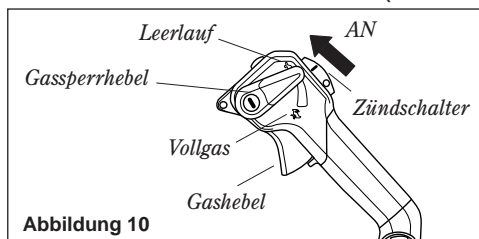

Abbildung 10
- Drücken Sie den Gashebel zur Hälfte. Schieben Sie den Zündschalter auf die Position „I“ (AN), lassen Sie dann den Gashebel zur Hälfte los und stellen Sie den Hebel fest, indem Sie den Gassperrhebel zur Hälfte nach unten drücken. Siehe Abbildung 10.